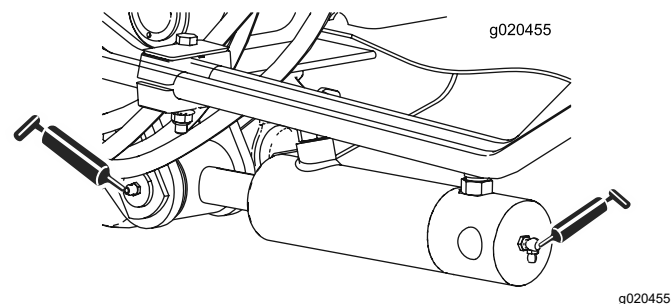

Figure 46
- 2 (de chaque côté) bagues de vérin de bras de levage (Figure 46)